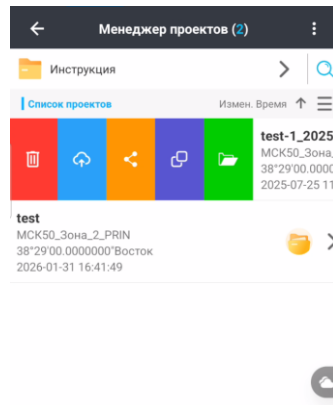

Рисунок 3.1.9
2. Нажмите **Удалить**  (Рисунок 3.1.9).